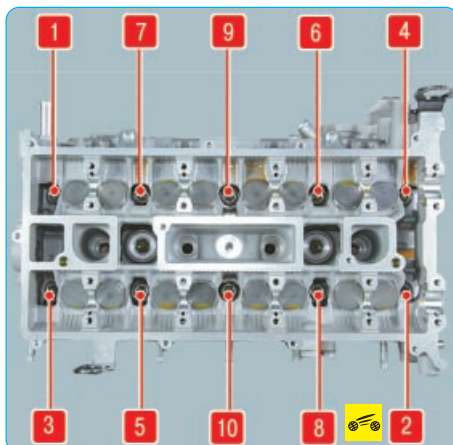

Рис. 5.28. Порядок ослабления затяжки болтов крепления головки блока цилиндров двигателя Duratec-HE объемом 2,0 л
16. Ослабьте затяжку десяти болтов крепления головки блока цилиндров в порядке, показанном на рис. 5.28 и 5.29 (в зависимости от типа двигателя), а затем окончательно выверните болты крепления головки и выньте их вместе с шайбами.